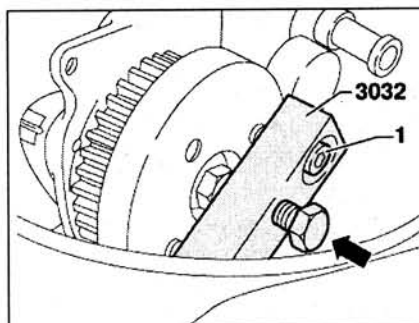

Рис. 3.10. С помощью съемника 3032 снимите шкив ТНВД.
6. С помощью съемника 3032 снимите шкив ТНВД (рис. 3.10).